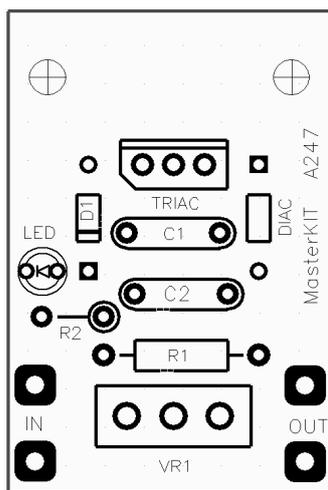

Рис.4 Монтажная схема
3. Установите все детали согласно рис. 4 в следующей последовательности: сначала резисторы R1, R2, динистор DIAC, диод D1, конденсаторы C1, C2, светодиод LED.